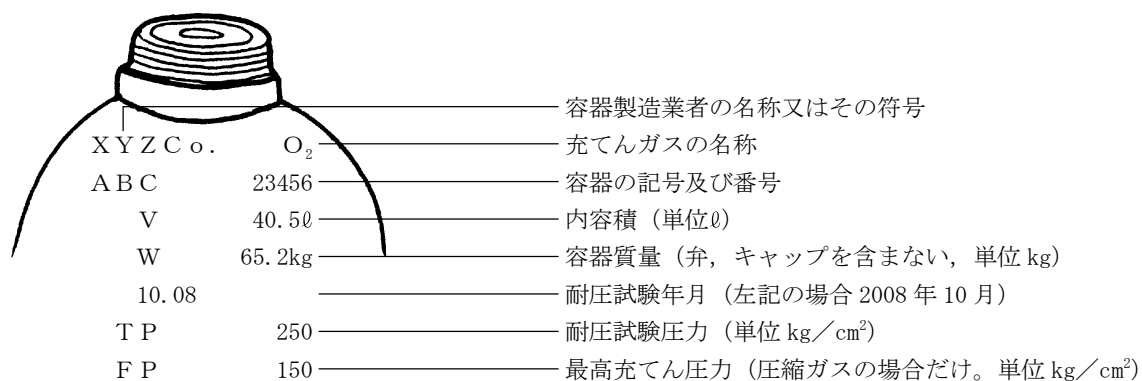

図6 容器の刻印
- a) 容器には肩部に図6のような刻印があるから、これを確認して高圧ガスボンベ管理システムに必ず登録すること。またガス会社からの容器貸出ボンベの場合には、ガス名・充てん量・容器返却期限等を記したシールも貼付されており、貸出期限は1年である。